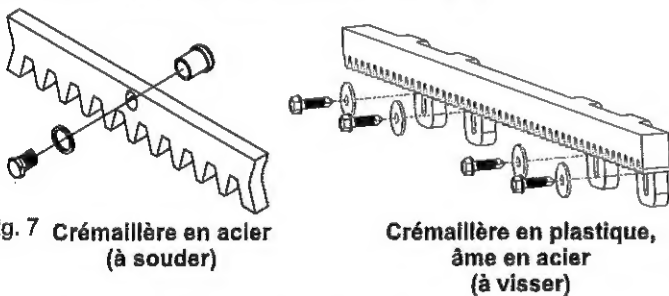

Fig. 7 Crémaillère en acier
5.2. Fixer à chaque élément de la crémaillère les cliquets de support à l'aide des vis de blocage qui doivent être positionnées sur la partie supérieure du trou oblong (Fig.7);